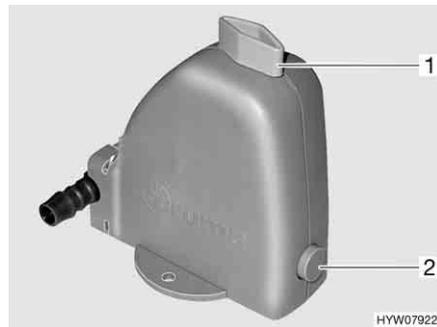

Fig. 203 Válvula de seguridad/purga de la caldera
La caldera está equipada con una válvula de seguridad/purga (Fig. 203). La válvula de seguridad/purga evita que el agua de la caldera se congele cuando no esté conectada la calefacción en caso de helada.
- Cerrar la válvula de seguridad/purga. Para ello, girar el botón giratorio (Fig. 203,1) a la posición transversal en referencia a la válvula de seguridad/purga y hundir el pulsador (Fig. 203,2).
- Abrir la válvula de seguridad/purga. Para ello, girar el botón giratorio (Fig. 203,1) a la posición longitudinal en referencia a la válvula de seguridad/purga. El botón de presión (Fig. 203,2) salta hacia fuera. La caldera se vacía hacia fuera a través de la válvula de seguridad/purga.